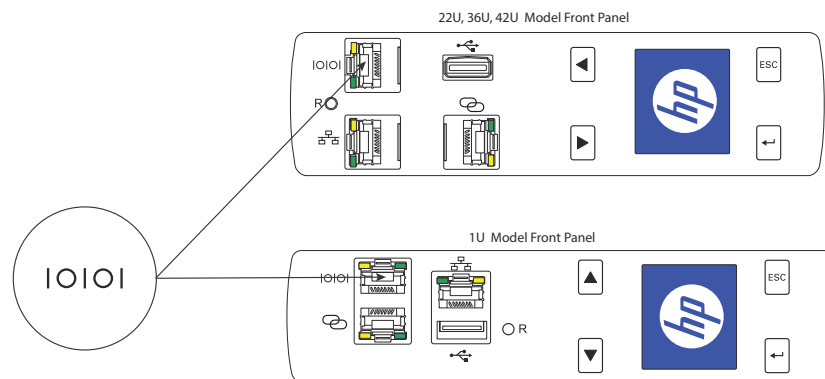

図 13.. EMP の RS-232 コネクタへの接続方法
3. EMP 専用のイーサネットケーブルを見つけます。ケーブルの一端を EMP 上にある RJ-45 のコネクタに接続し、ケーブルのもう一端を PDU 上にある RJ-45 のコネクタに接続します（図 13 を参照）。